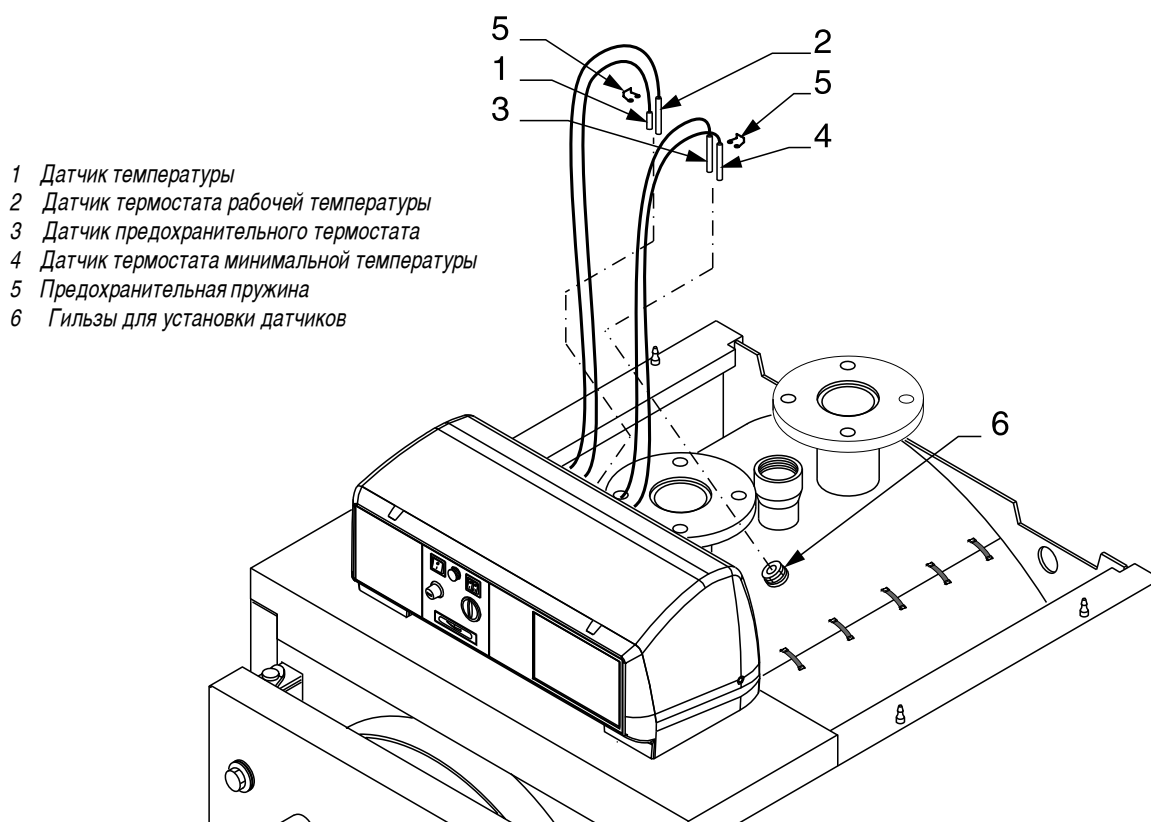

рис. 30
- E) Вставить датчики приборов в манжеты, как показано на рис. 30 и подключить пульт управления к электропитанию, к горелке, насосам, и т.д. Закрывать крышку панели управления.
- E) Вставить датчики приборов в манжеты, как показано на рис. 30 и подключить пульт управления к электропитанию, к горелке,